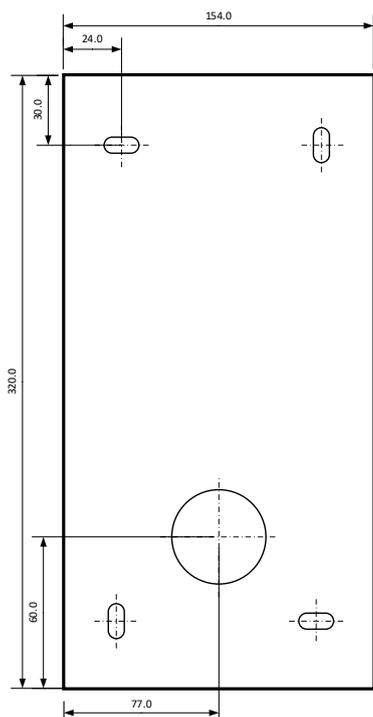

Рисунок 5.1
– закрепить кожух ВУ, рисунок 5.1, в нишу двери с помощью четырех винтов. Диаметр отверстий 4 мм;